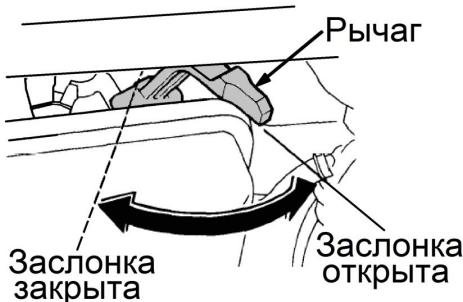

Рис. 11 Рычаг управления воздушной заслонкой
- Закройте воздушную заслонку карбюратора. Для этого переведите рычаг управления воздушной заслонкой в крайнее левое положение (Рис. 11).
- Закройте воздушную заслонку карбюратора наполовину (установите рычаг управления воздушной заслонкой карбюратора в среднее положение) (Рис. 11).